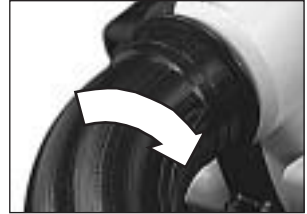

Fig. 4-1C
3. Twist tube clockwise to lock into place (Figure 4-1C).
3. Tourner le tube à droite pour le verrouiller en place (Figure 4-1C).